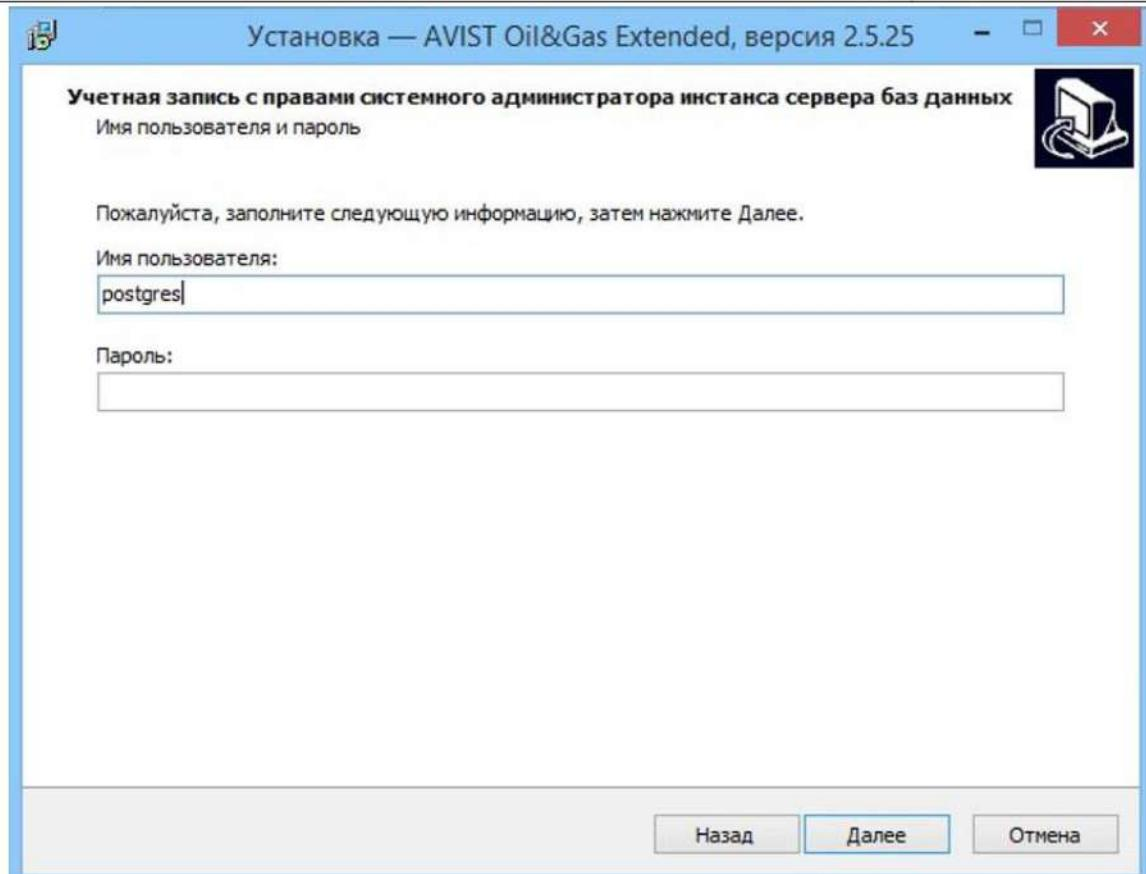

Рисунок 23 - Окно ввода данных учетной записи системного администратора Сервера баз данных
- 8) Ввести данные учетной записи, обладающей правами администратора инстанса Сервера баз данных, нажать кнопку «Далее» (Рисунок 23).